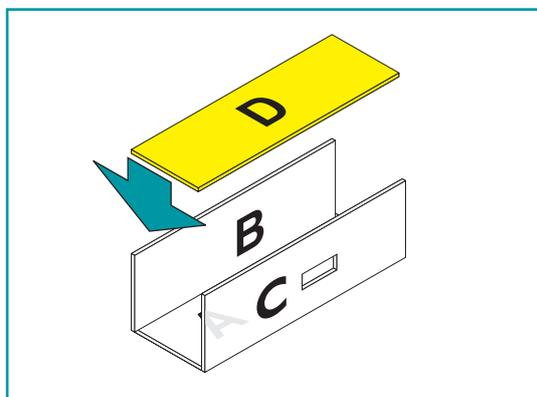

figura 14
2.3.3 Monte el panel D a los paneles B y C. (figura 14)